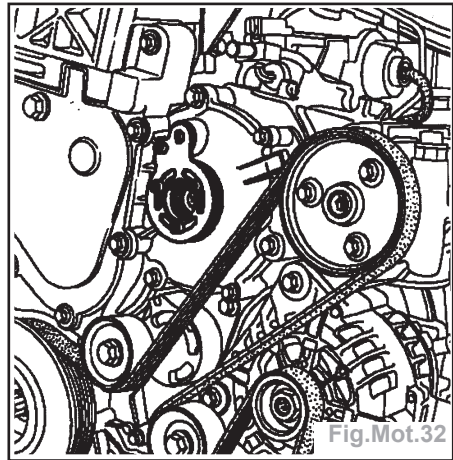

Fig.Mot.32
- Mettre en place l'outil **Mot.1548**, avec la douille centrale, puis une fois l'outil en place retirer la douille centrale (Fig. Mot.32).